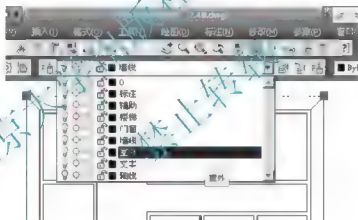

图 2.49 利用【图层】工具栏换图层
(2) 在【图层控制】下拉列表中选【室外】选项,则该图形被换到【室外】图层上,如图 2.49 所示。